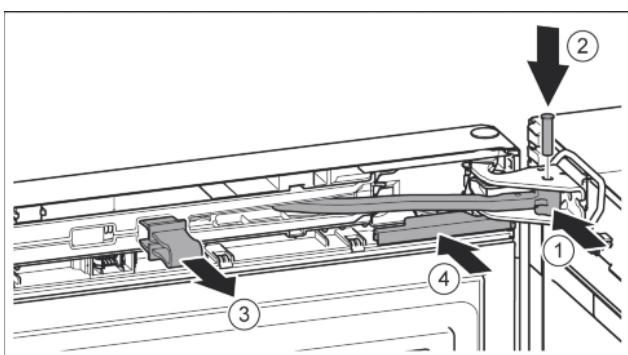

Fig. 49
- Повернуть шарнир в опорном кронштейне. Fig. 49 (1)
- Вставить палец в опорный кронштейн и шарнир. При этом следить за тем, чтобы выступ фиксатора занимал правильное положение в пазу. Fig. 49 (2)
- Снять предохранитель. Fig. 49 (3)
- Надвинуть крышку. Fig. 49 (4)